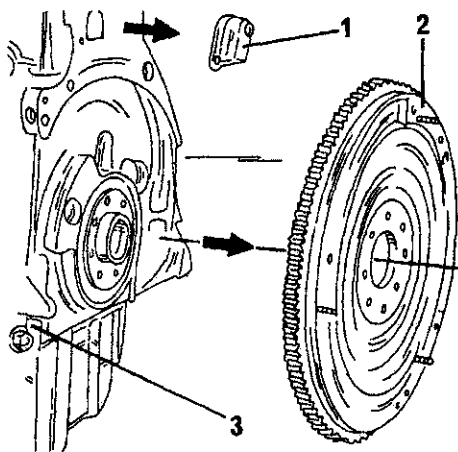

Рис. 48. К снятию маховика.
- Равномерно и перекрестно отвернуть восемь болтов крепления маховика и сбить маховик резиновым молотком. Не допускать падения маховика. На маховике расположена небольшая плата, которую требуется сразу же отвернуть (Рис. 48). На этом же рисунке видна также заглушка магистрального канала смазки. Отвернуть эту заглушку (стержневой ключ).